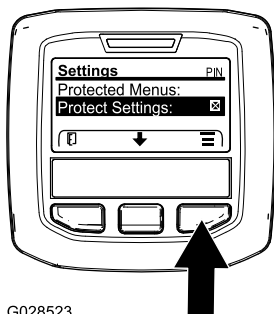

図 15
1. MAINメインメニューから中央ボタンで下へスクロールしていくとSETTINGS設定メニューがありますから、ここで右ボタンを押します 図 15。